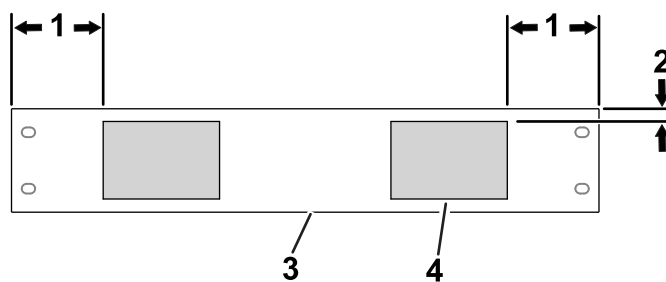

Figura 11
7. Posizionate i cuscinetti in schiuma sul coperchio delle batterie, come illustrato nella Figura 11.